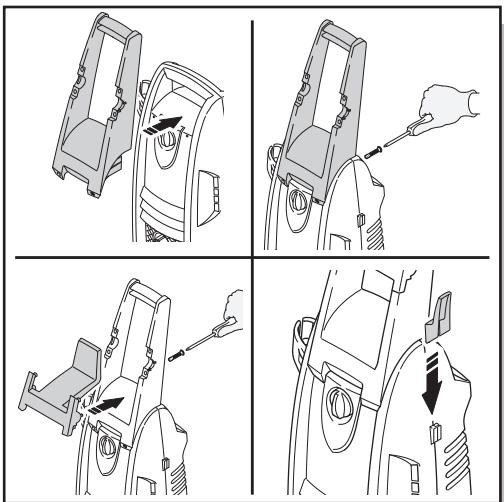

Fig. 1
- Instale el asidero en la frente de su **BLUE CLEAN POWER WASHER** (Fig. 1). Advertirá donde el asidero desliza en la parte superior de la máquina. Con los tornillos proporcionados, coloque los tornillos en los hoyos en el lado de atrás del asidero, y los atornilla. Haga no sobre aprieta. Después de que el asidero sea seguro, desliza al poseedor alto de manga de presión en el asidero como mostrado. Utilice los tornillos para abrochar al poseedor al asidero.
- Instale al poseedor de cable de alimentación deslizando el clip en la ranura en el lado de la arandela del poder (Fig. 1).